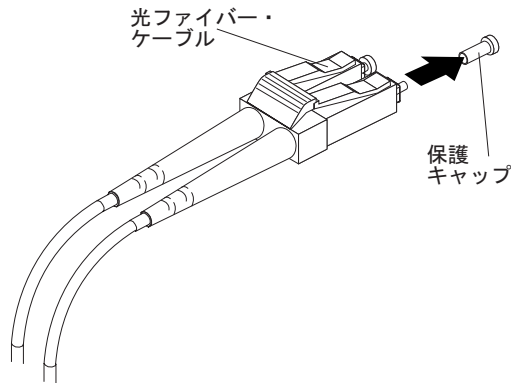

図 20. 光ファイバー・ケーブルの保護キャップの取り外し
3. 図 20 に示されているように、LC-LC ケーブルの一方の端から保護キャップを 2 つ取り外します。将来の利用のために、保護キャップを保管しておきます。